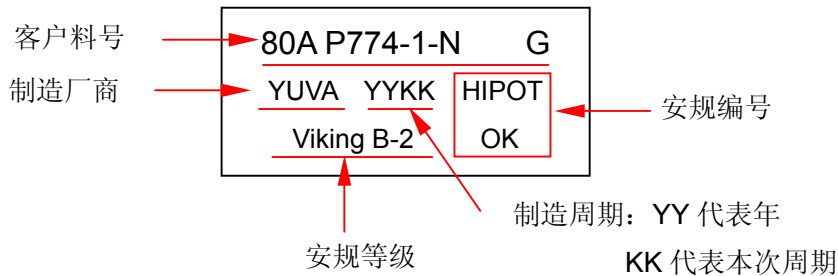

图 6.22
- 1、标签确认：检查标签内容是否正确，有无漏字错字，字迹是否清晰。检查标签是否过期。喷字时必须确认所设定的标签完全正确。(如图 6.22 所示)